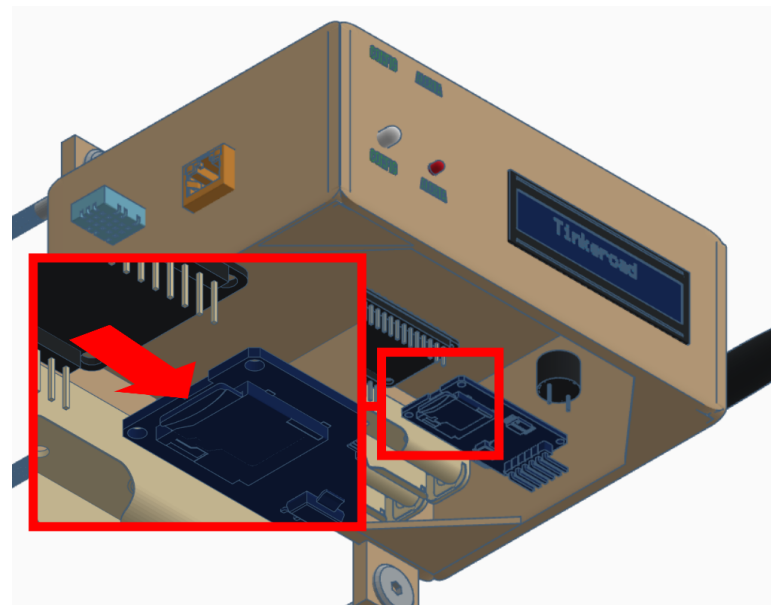

Figura 6 - Inserção do cartão de memória no módulo.
2.2. Inclusão do Cartão de Memória (Figura 6)